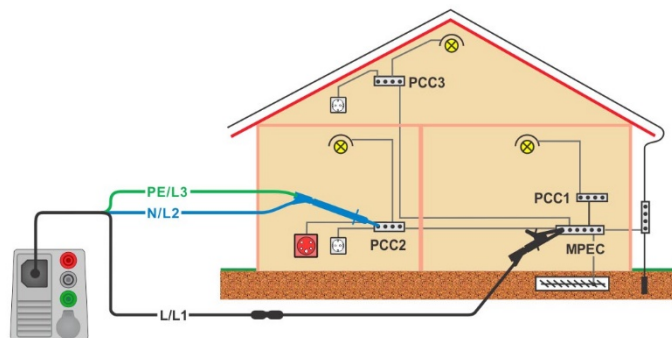

Abbildung 4.8 Anschluss der 3-Leiter-Prüfleitung und der optionalen 40 m Messleitung BENNING TA 5 (044039)
- › Schließen Sie die Prüfleitungen an, siehe **Abbildung 4.8**.